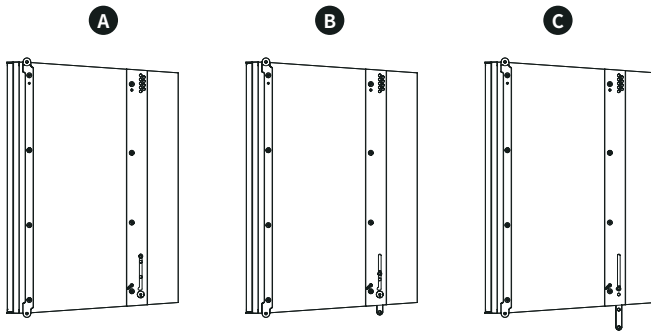

Abbildung 8. Hintere Montagevorrichtung der M-F3A FS Subwoofer.
- Unterste Bohrung: Dient dazu, die bewegliche Schiene vollständig einzufahren, wenn unter dem geflogenen Subwoofer keine weitere Einheit montiert wird, sowie als Sicherung bei Lagerung und Transport. Siehe Zeichnung **A** in Abbildung 8.
- Mittlere Bohrung: Dient zur Montage eines M-F3A FA34 Adapters, mit dem sich weitere M-F3A oder M-F3A PRO Einheiten hinzuzufügen lassen. Siehe Zeichnung **B** in Abbildung 8.
- Oberste Bohrung: Dient zur Montage eines weiteren M-F3A FS an der Unterseite. In dieser Position ist die Schiene komplett ausgefahren und bestimmt den Winkel des nächsten Subwoofers. Siehe Zeichnung **C** in Abbildung 8.